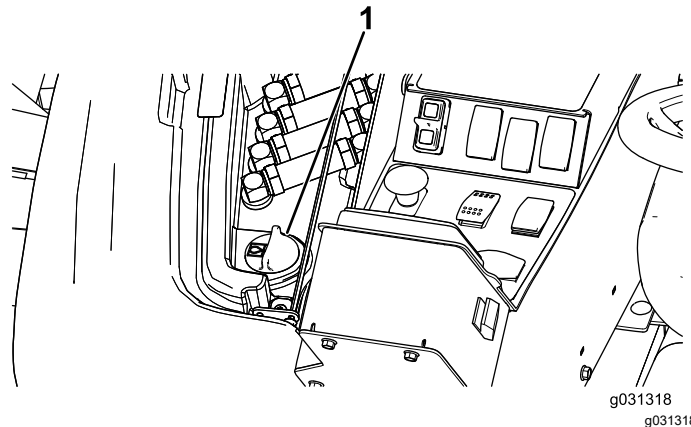

Рисунок 132
2. Для обеспечения доступа к крышке гидравлического бака поднимите крышку доступа с правой стороны машины (Рисунок 132).
3. Очистите зону вокруг заливной горловины и крышки гидравлического бака (Рисунок 132).